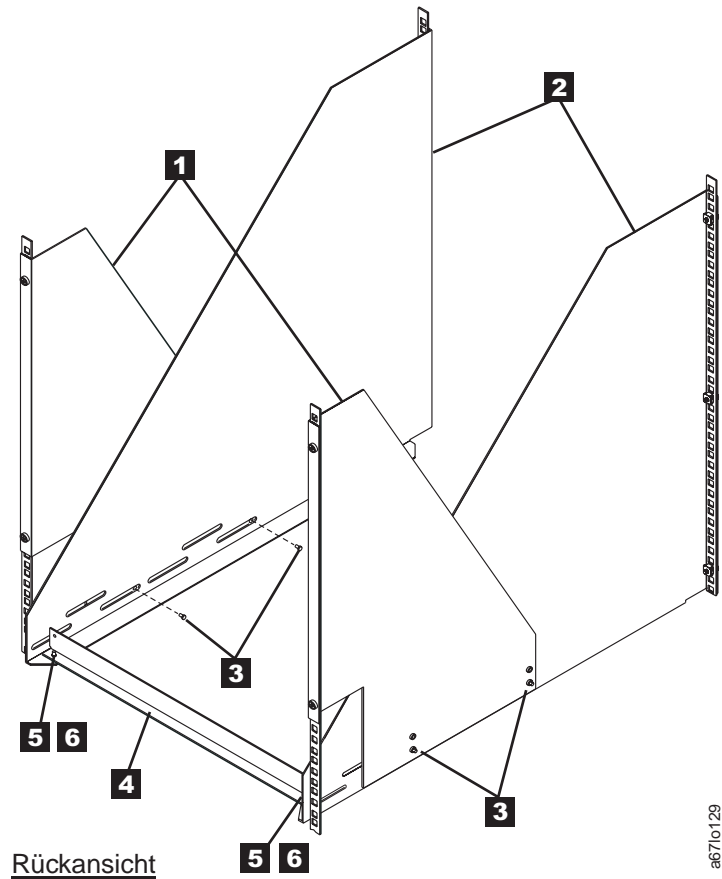

Abbildung 17. Hinteren Anschlag installieren
11. Bringen Sie die vorderen Befestigungswinkel (siehe **2** in Abb. 17) an den hinteren Befestigungswinkeln **1** an, indem Sie die vier Schrauben **3** (je zwei auf beiden Seiten) durch die Löcher führen. Befestigen Sie die Befestigungswinkel durch leichtes Anziehen der Schrauben.